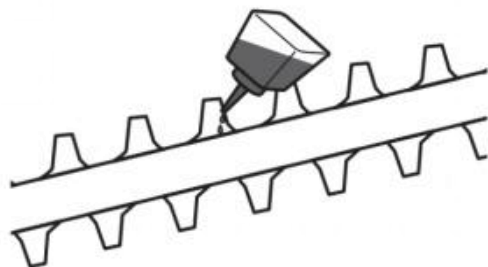

Fig. 76
2. Lubrifiez la lame de coupe (D3) après chaque utilisation afin de prolonger sa durée de vie et celle du produit. Appliquez une fine couche d'huile pour machines sur le tranchant de la lame (Fig. 76).